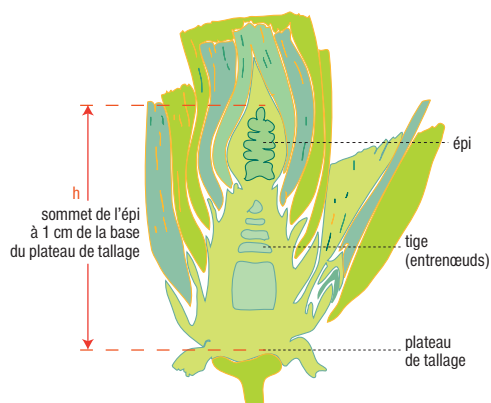

Figure 1 : Coupe longitudinale d'une tige de blé tendre (source : gembloux.ulg.ac.be).
Figure 1 : Relation entre l'écart par rapport à la modalité sol nu de stock d'azote minéral du sol au début de la période de drainage (effet CIPAN) et la quantité d'azote contenu dans les parties aériennes du couvert à sa destruction. Essai pluriannuel ARVALIS à Boigneville (91), 2006-2014.
La lixiviation du nitrate est, sous l'effet des pluies, l'entraînement vertical de l'azote nitrique présent dans le sol en début de période de drainage. La différence de stock d'azote minéral du sol à cette date, selon qu'un couvert ait été implanté ou que le sol soit resté nu, constitue donc une estimation de l'effet « piège à nitrate » (ou effet « CIPAN ») du couvert en question. La mise en relation de ces effets CIPAN avec les quantités d'azote absorbé par les couverts permet de comparer leurs performances de piégeage de nitrate à quantité équivalente d'azote présente dans les parties aériennes (figure 1). Les légumineuses présentent un effet piège à nitrate significatif. Certes, il est moins important que celui des non-légumineuses, mais il limite cependant la perte de nitrate quand le risque de lixiviation est faible ou moyen. Les mélanges légumineuse/non-légumineuse affichent un effet CIPAN équivalent à celui des non-légumineuses. L'absorption racinaire est privilégiée par les légumineuses quand le sol contient de l'azote minéral car la fixation symbiotique est plus coûteuse du point de vue énergétique pour la plante. Ceci explique la capacité d'absorption du nitrate des couverts à base de légumineuses. Le système racinaire des légumineuses est néanmoins moins performant que celui d'une crucifère ou d'une graminée d'où un effet CIPAN de moins grande ampleur pour les légumineuses pures.
Le contexte, économique comme réglementaire, pousse les agriculteurs et les techniciens qui les accompagnent à élaborer des systèmes de culture moins dépendants des engrais azotés de synthèse, tout en maintenant, voire en augmentant, leur production en quantité et en qualité. L'amélioration de l'efficacité des apports d'engrais constitue l'un des leviers disponibles pour atteindre cet objectif. Elle bénéficie de nouvelles formes d'engrais disponibles sur le marché. À l'exception de la procédure d'homologation, la commercialisation d'un engrais n'impose pas la réalisation d'expérimentations démontrant son efficacité agronomique. Ces dernières sont donc effectuées à l'initiative du fabricant et des organismes de développement. Outre les références ammonitrate et urée granulée, 4 engrais commercialisés depuis 2012 ou 2013 ont donc été évalués dans le réseau d'essais d'ARVALIS-Institut du végétal. Ils se répartissent en plusieurs catégories selon leurs propriétés technologiques et agronomiques (figure 1).
Figure 1 : Principes d'action des engrais testés sur les transformations de l'azote apporté par les engrais et sur la culture. Les différentes étapes de transformation de l'azote ont été simplifiées pour faciliter la lecture.
Le stade « épi 1 cm » est atteint lorsque la distance entre le sommet de l'épi et le plateau de tallage est, en moyenne, de 1 cm sur le maître-brin (figure 1). L'épi ne mesure encore
En modulation croissante, le délai pour changer de volume est de 7 secondes, quel que soit le pas de volume (figure 1). Mais en modulation décroissante, des différences existent : le délai est de 14 secondes pour le pas de 50 et 150 l/ha alors qu'il est de 12 secondes pour le pas de 100 l/ha. Les délais sont les plus importants lorsque la descente atteint 50 l/ha (quel que soit le pas). Ce délai de réponse
Figure 1 : Délai de réponse en secondes du Varioselect. Les chiffres de la légende correspondent à : volume/ha initial - volume/ha final (± amplitude de volume).
Figure 1 : Efficacité de Pixies avec un produit inhibiteur de l'ALS sur vulpin (8 essais 2010-2011-2012-2015). Présentation en base 100, la référence étant la modalité « inhibiteur de l'ALS testé + Actirob B 1 l ».
du marché. Il est aussi légèrement supérieur de [5 %] à la référence Actirob B à 1 l. En solo, il reste inférieur à la référence haute du marché Actirob B 1 l + Actimum 1 l. Sur vulpin, huit essais ont été mis en place (figure 1), répartis sur quatre campagnes différentes. La performance de Pixies est proche de celle observée sur ray-grass. Le produit améliore l'efficacité des herbicides testés en solo. Il devance d'environ 10 % l'efficacité d'un Surf 2000 et est proche, voire légèrement supérieure, à celle d'un Actirob B à 1 l. Comme sur ray-grass, la référence haute Actirob B 1 l + Actimum 1 l est supérieure à l'ensemble des applications d'adjuvants solos avec l'inhibiteur de l'ALS appliqué. Par contre, comme la plupart des mouillants, l'intérêt d'utiliser Pixies avec Axial Pratic demeure limité. L'efficacité observée, dans le seul essai exploitable où ces deux solutions sont associées, est inférieure à celle de l'Actirob B à la dose de 1 l/ha.
Le positionnement des modalités au stade dernière feuille étalée (T2) est « qualifié » de préventif pour l'ensemble des situations, notamment cette année en raison du printemps sec qui a limité partout les contaminations de début de saison. Aviator Xpro à 1 l/ha apporte 150 g de prothioconazole plus 75 g de bixafen. L'apport du bixafen est considérable sur le rendement et estimé ici à plus de 8 q/ha (figure 1). Une nouveauté sera disponible sur le marché en 2016 avec